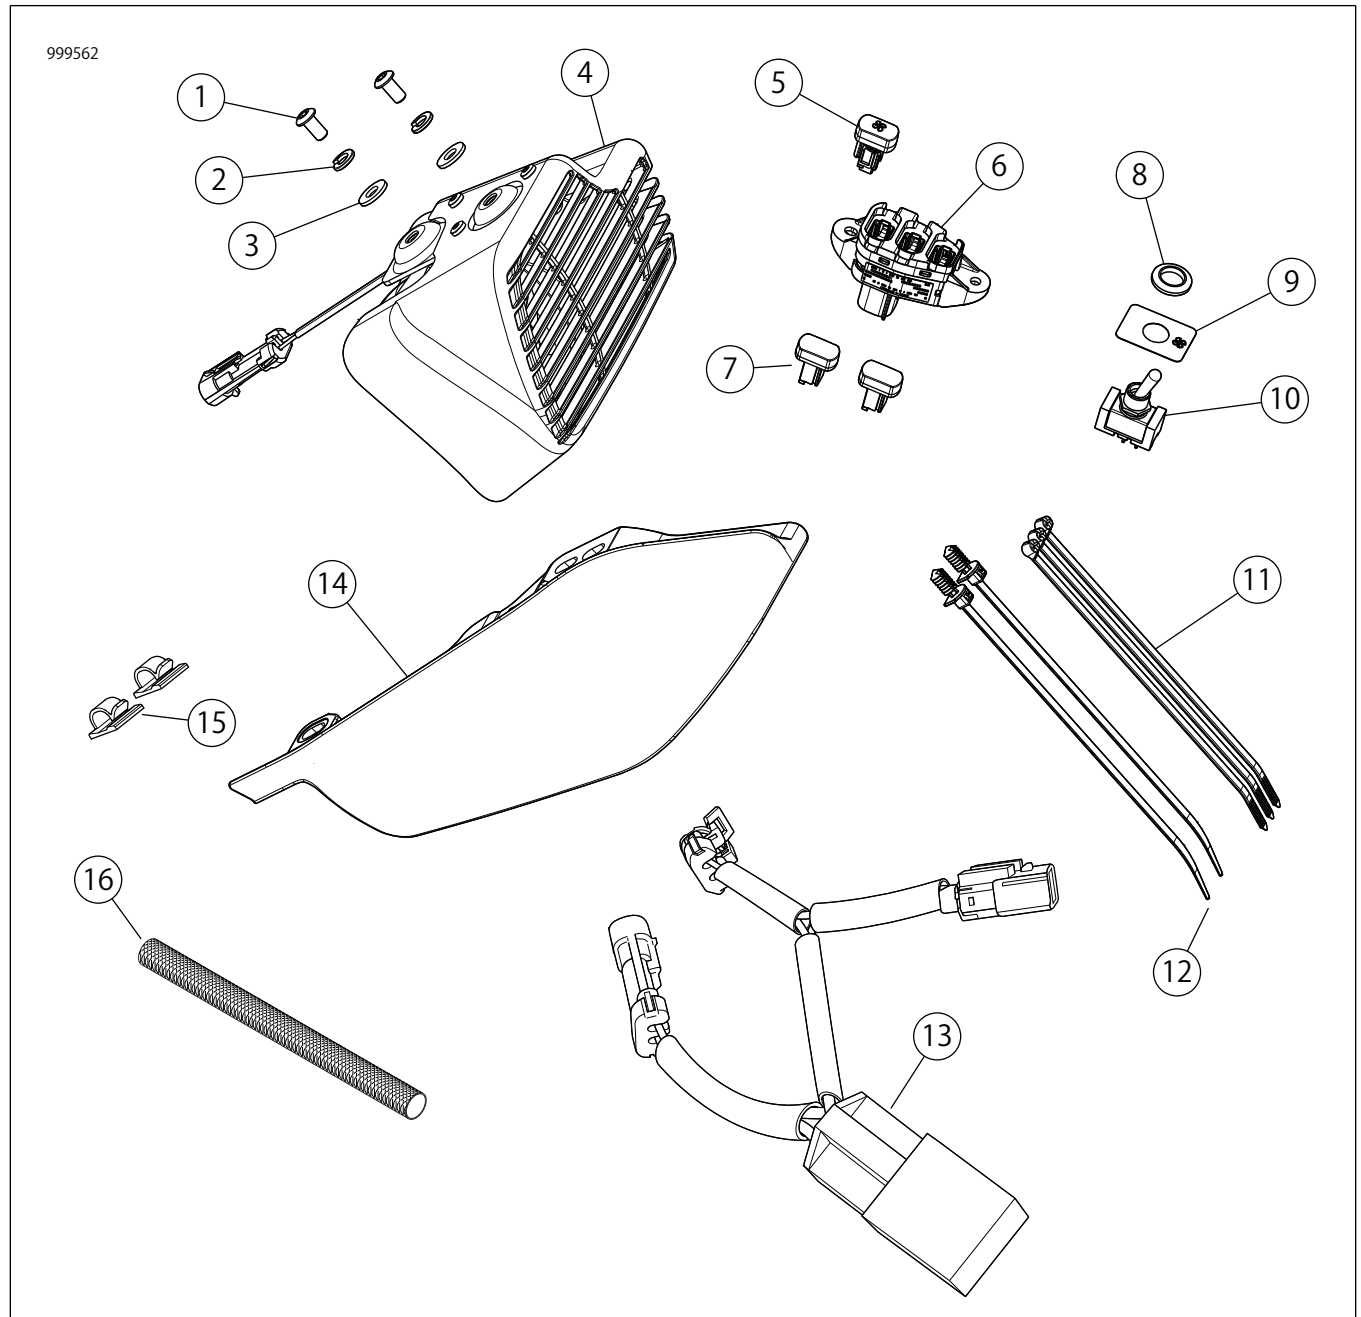

図7. 交換用パーツ:ファンキット
「図7」および「表1」を参照してください。
1. 「図7」を参照。以前装着していた場合は、新品のミッドフレームデフレクター(13)を取り付けます。
5. 「図7」を参照。ファンスイッチを取り付けます。